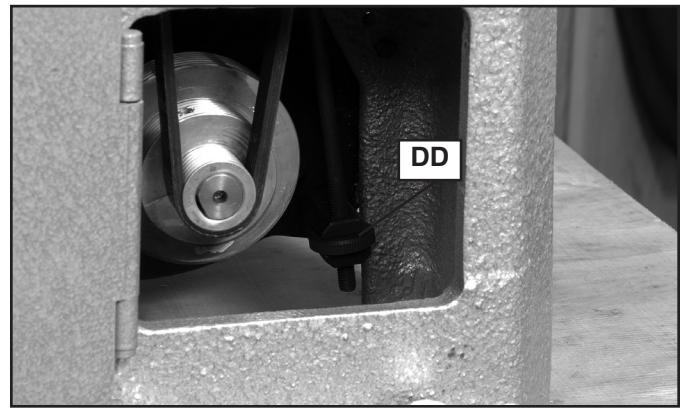

Fig. 19
3. Gire la ruedecilla (DD) Fig. 19 en sentido de las agujas del reloj para aumentar la tensión o en sentido contrario a las agujas del reloj para reducir la tensión.